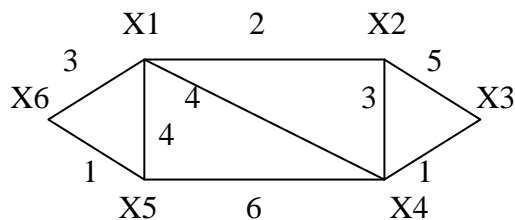

Рисунок 2 – Взвешенный граф
**Пример:** Найти кратчайший остов в графе (рисунок 2) алгоритмом Краскала.